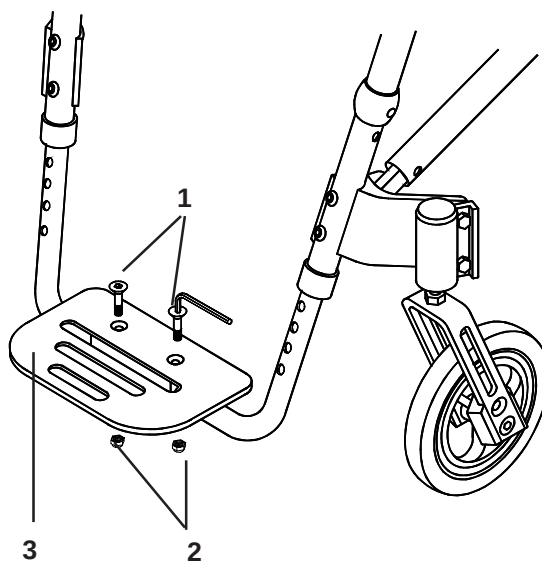

Fig. 26
Voor het afstellen van de voetsteun (Fig. 26) verwijdert u de twee voetsteun schroeven (1) en moeren (2). Draai de voetsteun (3) 180° en plaats beide schroeven en moeren terug en draai ze, met gebruik van een 4 mm inbussleutel, weer vast op een aanhaalmoment van 7-12 Nm.